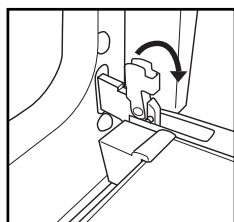

Fig.1
2. Sollevare le levette di arresto delle cerniere e spingerle in avanti fino al fermo (fig. 1).